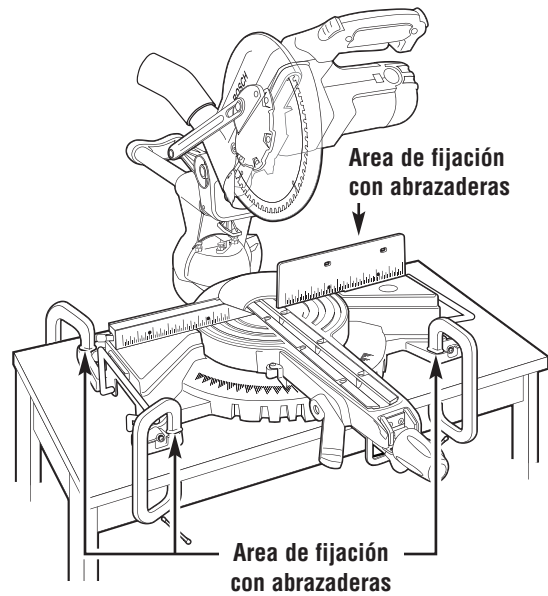

Figura 17. Montaje portátil usando abrazaderas
- Coloque una abrazadera en “C” en cada una de las áreas de sujeción y fije firmemente cada abrazadera (Figura 17).